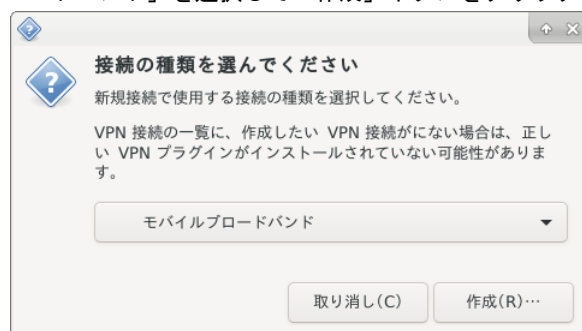

図 2-6-3. ネットワーク種類の選択
- ⑤ 図 2-6-3 のような接続種類を選択するダイアログが表示されます。